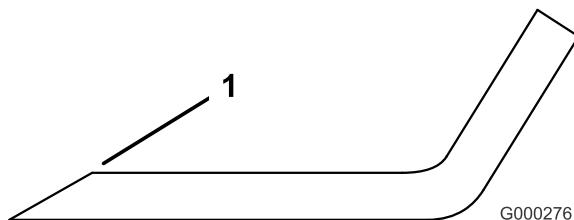

Figure 70
1. Au moyen d'une lime, aiguissez les tranchants aux deux extrémités de la lame (Figure 70) en veillant à conserver l'angle de coupe d'origine. Limez la même quantité de métal sur chacun des deux tranchants pour ne pas déséquilibrer la lame.